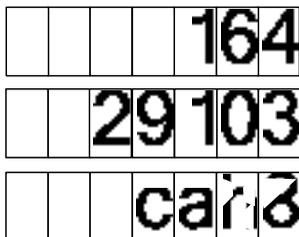
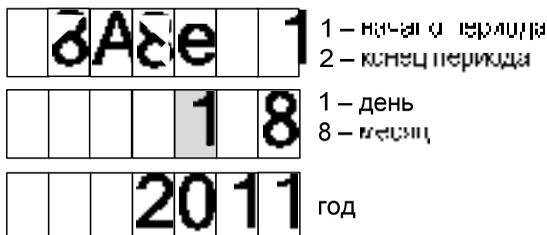
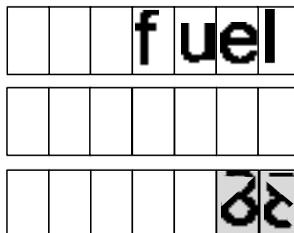

Рисунок 21
Рисунок 22
Рисунок 26
12.2 При выборе пункта 1 (просмотр информации о наливах по карте за период) отображается экран ввода карты (рисунок 21).
Подтвердить выбор кнопкой **↵**. На табло ТРК отобразится экран ввода периода (рисунок 22).
12.4 При выборе пункта 3 (**просмотр итогов по карте за период по видам топлива**) на табло ТРК отобразится экран ввода карты (см. рисунок 21), после ввода карты необходимо указать интересующий период (см. рисунок 22), а затем кнопками или выбрать из списка вид топлива (рисунок 26) и подтвердить выбор кнопкой .